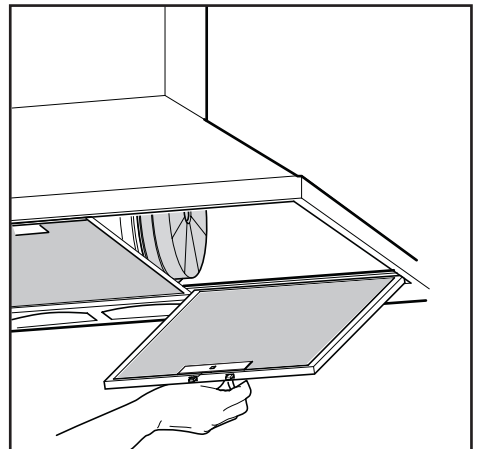

Fig.5
• La distanza minima fra la superficie di supporto dei recipienti di cottura sul dispositivo di cottura e la parte più bassa della cappa da cucina deve essere di almeno **65 cm**. Se dovesse essere usato un tubo di connessione composto di due o più parti, la parte superiore deve essere all'esterno di quella inferiore. Non collegare lo scarico della cappa ad un condotto in cui circoli aria calda o utilizzare per evacuare fumi degli apparecchi alimentati da un'energia diversa da quella elettrica. Prima di procedere alle operazioni di montaggio, per una più facile manovrabilità dell'apparecchio disinserire il filtro/i antigrasso (Fig.5).